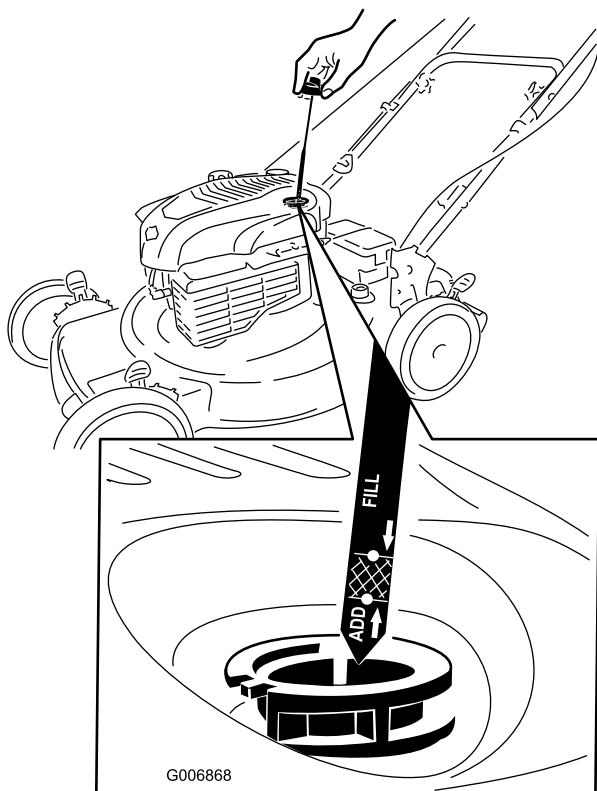

Рисунок 26
2. Извлеките масломерный щуп (Рисунок 26).
4. **Медленно** заливайте масло в маслозаливной патрубок до тех пор, пока уровень масла не достигнет отметки **Full (ЗАПОЛНЕНО)** на масломерном щупе (Рисунок 26). **Не допускайте переполнения картера.** Макс. объем масла: 0,59 л, тип: автомобильное моющее масло (SAE 30), имеющее классификацию API: SF, SG, SH, SJ, SL и выше.